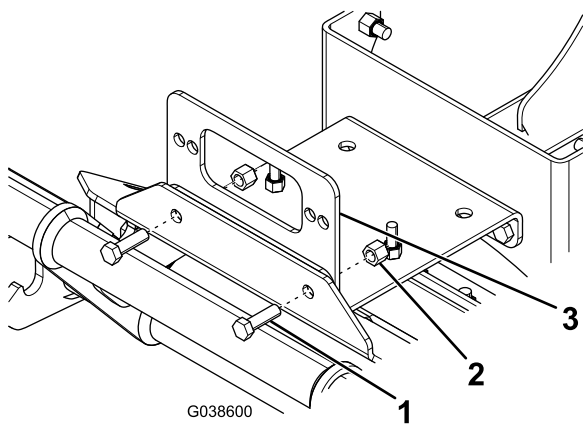

Figure 7
11. Au besoin, fixez la plaque avant optionnelle à la plaque de protection du chasse-neige à l'aide des 2 boulons (3/8 x 1-1/4 po) et contre-écrous (3/8 po) existants sur le support de treuil avant (Figure 7).